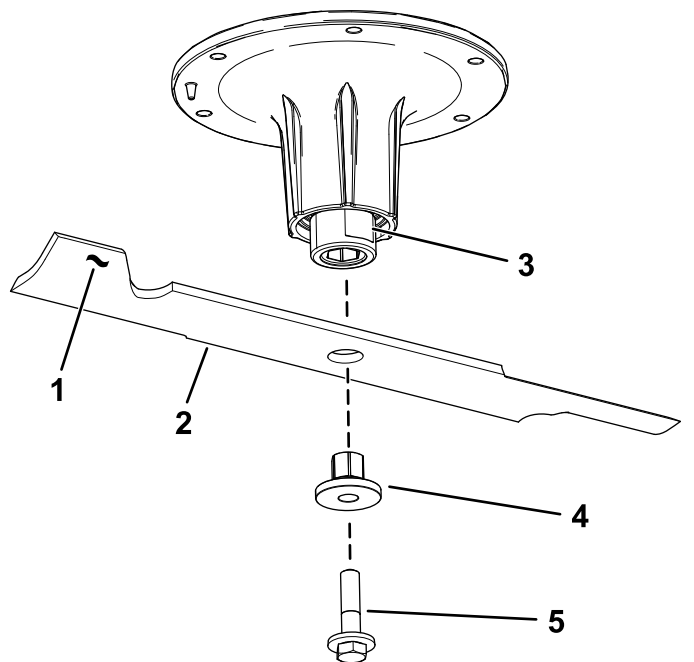

Figura 76
2. Îndepărtați urubul lamei, buca și lama de pe arborele axului (Figura 76).